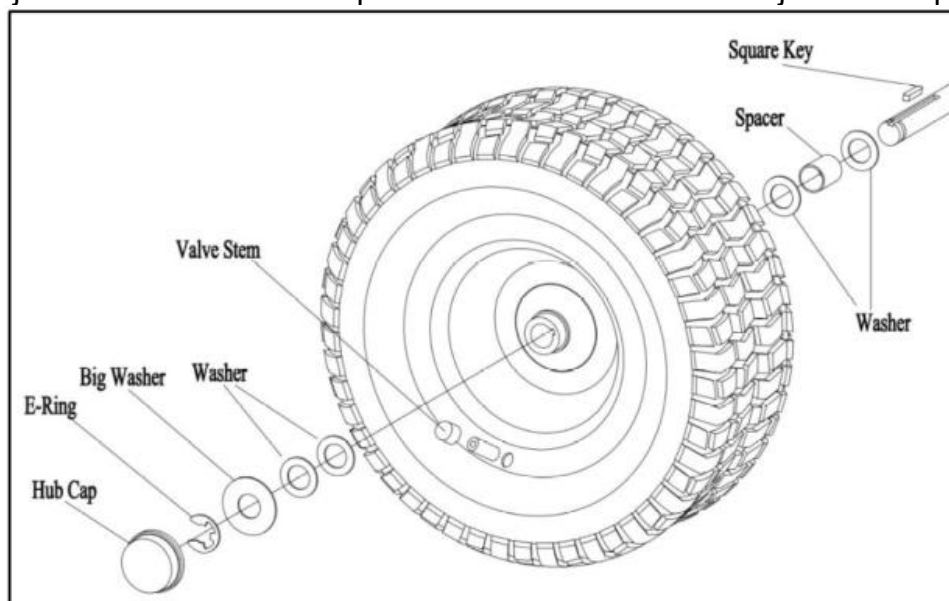

Figure 8
- 4) Fixez la roue arrière à l'aide de la rondelle et de l'anneau en E (figure 8).
- 5) Installer l'enjoliveur en veillant à ce que la rondelle maintienne l'enjoliveur en place (figure 8).